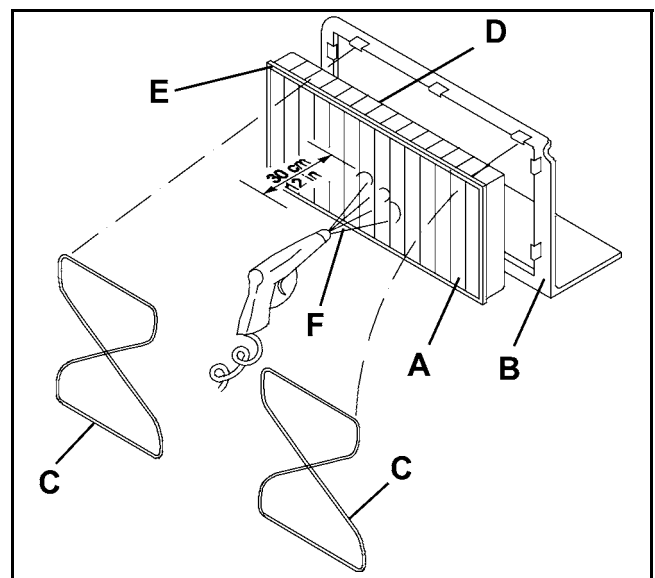

Figure 19
7. Séparer le filtre (A, Fig. 19) du cadre (B) en dégageant les élastiques (C).
8. A l'extérieur, dans un endroit approprié, nettoyer le filtre en le secouant sur une surface horizontale et propre, en battant le côté (D, Fig. 19) opposé à celui du joint (E). Compléter le nettoyage à l'aide d'un jet perpendiculaire d'air comprimé (F) (90 PSI (6 Bar) maximum), en soufflant uniquement du côté du joint (E) à une distance minimum de 12 in (30 cm).
9. Nettoyer le joint en caoutchouc (E, Fig. 19) du filtre le long du périmètre et en vérifier l'intégrité et l'étanchéité. En cas contraire, remplacer le filtre.
Lors du remontage, le filtre doit être orienté avec le joint (E, Fig. 19) positionné comme indiqué dans la figure.